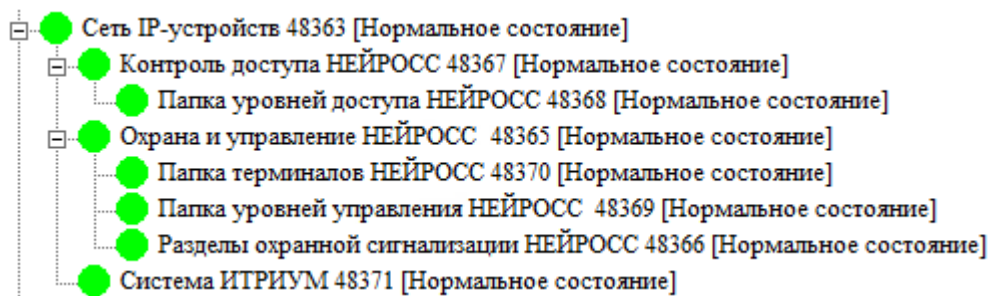

Рисунок 9.110 — Сеть IP-устройств. Дерево элементов
- К элементу **Сеть IP-устройств** автоматически будут добавлен элемент **Контроль доступа НЕЙРОСС** с дочерним элементом **Папка уровней доступа НЕЙРОСС**, а также элемент **Охрана и управление НЕЙРОСС** с дочерними элементами **Уровни управления НЕЙРОСС**, **Разделы охранной сигнализации НЕЙРОСС** и **Папка терминалов НЕЙРОСС** (рисунок 9.110).